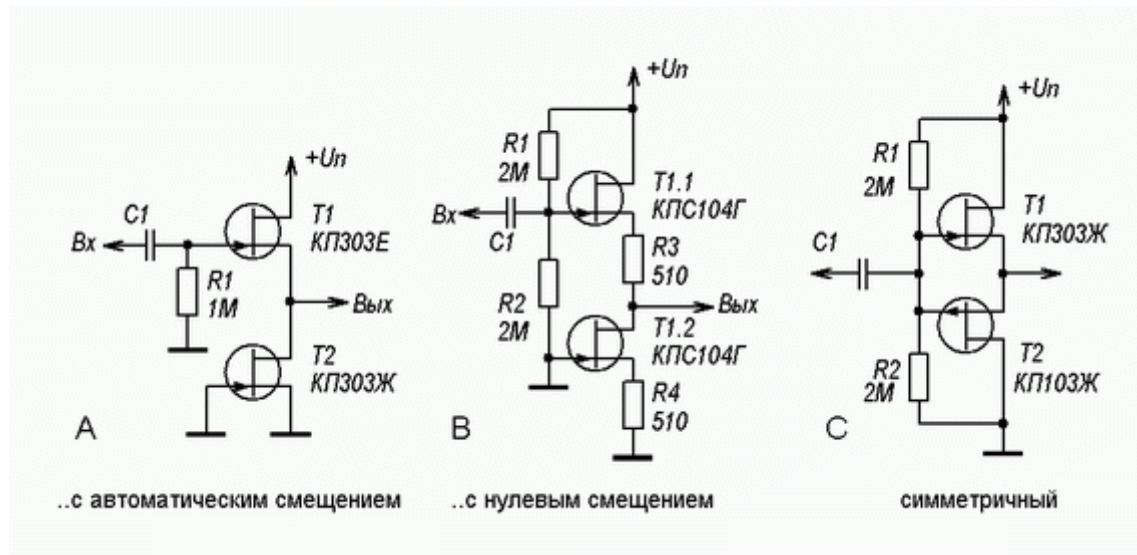

Рис.5. Практические схемы повторителей на ПТ.
На рис.5А использованы транзисторы с существенно разными напряжением отсечки и начальным током стока (для КП303Е  $U_0=3..6V/I_0=8..15mA$ , для КП303Ж  $U_0=0,5..0,8V/I_0=0,5..0,8mA$ ). Выходной сигнал согласно формуле (4) автоматически смещается «на верх», что позволяет подключать такой повторитель к источнику, гальванически связанному с землей (*н-р, непосредственно к ЗС гитары*). Максимальная амплитуда положительной полуволны в этом случае на 0,3V больше  $U_{зи}$  по формуле (4).
На рис.5В повторитель построен на сборке из двух почти одинаковых ПТ в составе сборки: повторитель имеет очень малые искажения и практически нулевой сдвиг выхода относительно входа. Выходное сопротивление – около 1кОм.
На рис.5С изображена практическая реализация простейшего пушпульного повторителя на ПТ (ограничивает сигнал в отличие от повторителя на БТ кругло). Из-за параллельного включения транзисторов по переменному току уровень шума теоретически снижается на 3дБ (*на практике 0..1дБ из-за более высокого шума р-канальных ПТ*). Входная емкость – 30пФ, выходное сопротивление – около 300 Ом.
Элементы  $R1, R2, C1$  в схемах по рис.5В и ри.5С при подключении непосредственно к каскадам с выходным потенциалом равным  $+1/2U_n$  следует исключить.